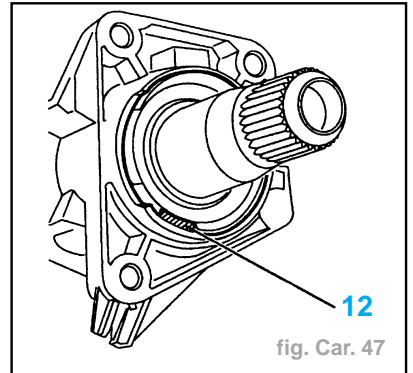

fig. Car. 47
Impératif : Positionner l'ergot (12) dans l'échancrure du support colonne de direction, avant le serrage de l'ensemble (fig. Car. 47).